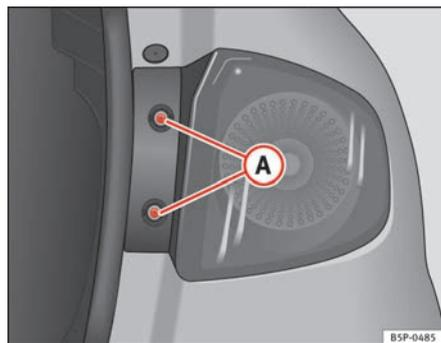

Fig. 185 Luz de población/freno
- Extraiga los tornillos ⇒ fig. 185 **A**.